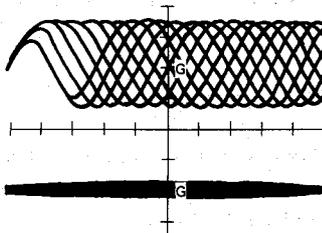

Abb. 33
- Für Abbildung 33: AT Act ist optimal.